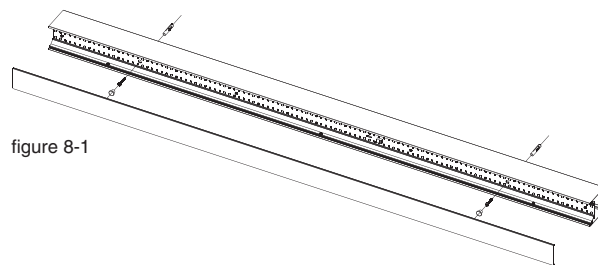

figure 8-1
- b. Faites glisser les supports de suspension pour permettre aux câbles en acier de pendre à la verticale, comme il se faut. Fixez à nouveau les embouts à l'aide d'un tournevis, comme indiqué à la **Figure 8-1**. Enlever le film protecteur avant utilisation.
- a. Déballez tout d'abord le luminaire et retirez les capuchons et le diffuseur. **Fig 8-1.**